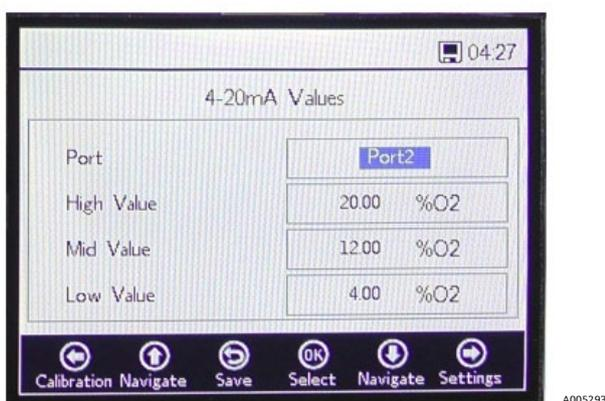

Figure 68. "4-20 mA Values" pour mode "Bilinear"
- **Bilinear** : Les valeurs High Value, Mid Value et Low Value peuvent être entrées. Voir la figure 68. Les unités sont les mêmes que celles utilisées en mode linéaire. Les valeurs sont utilisées pour calculer la valeur de sortie ou d'entrée lors de la prochaine mesure.